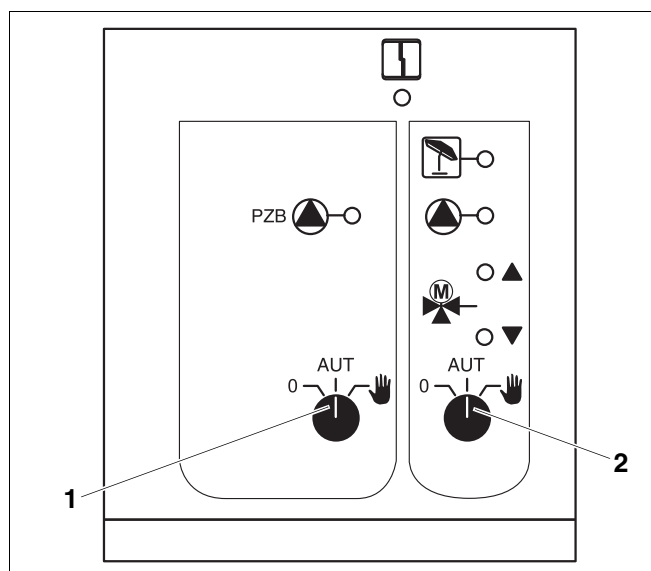

Bild 26 Zentralmodul ZM433
- Zubringerkreis (→ Bild 26, [1]) am Wahlschalter
- Heizkreis (→ Bild 26, [2]) am Wahlschalter